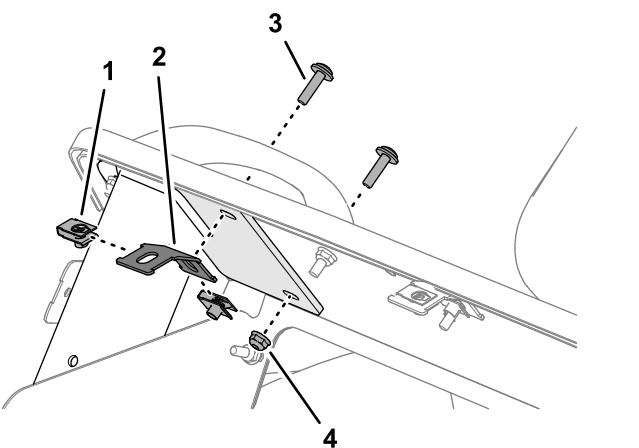

Рисунок 133
1. Отверните 2 винта с плоскоконическими головками и крестообразными шлицами ($\frac{1}{4} \times 1$ дюйм) и контргайку ($\frac{1}{4}$ дюйма), которые крепят кронштейн капота к приборной панели (Рисунок 133).
2. Снимите 2 гайки с зажимами ($\frac{1}{4}$ дюйма) с кронштейна капота (Рисунок 133).